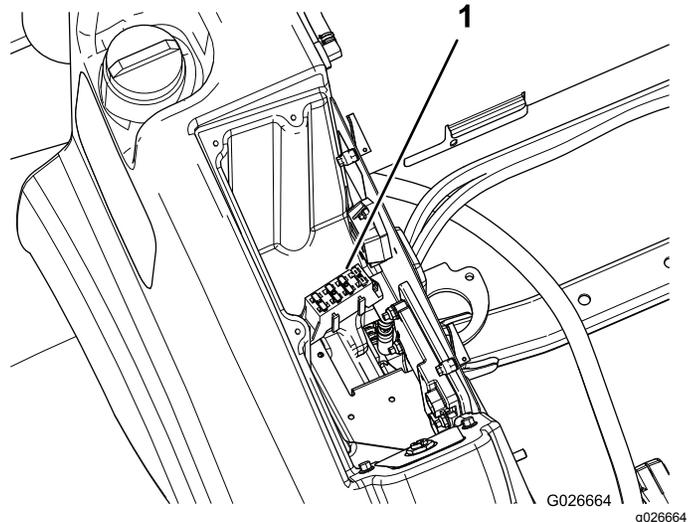

Figura 20
2. Individuate il portafusibili (Figura 20).